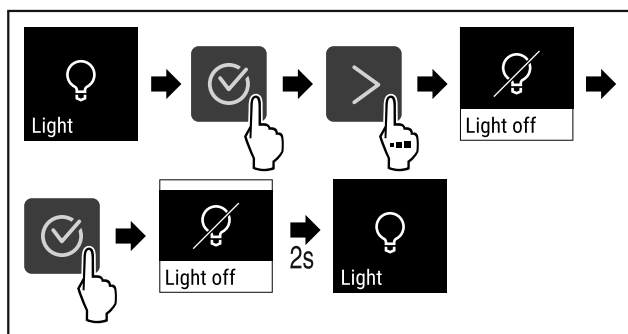

Fig. 67
- ▶ Følg anvisningene (se Fig. 67).